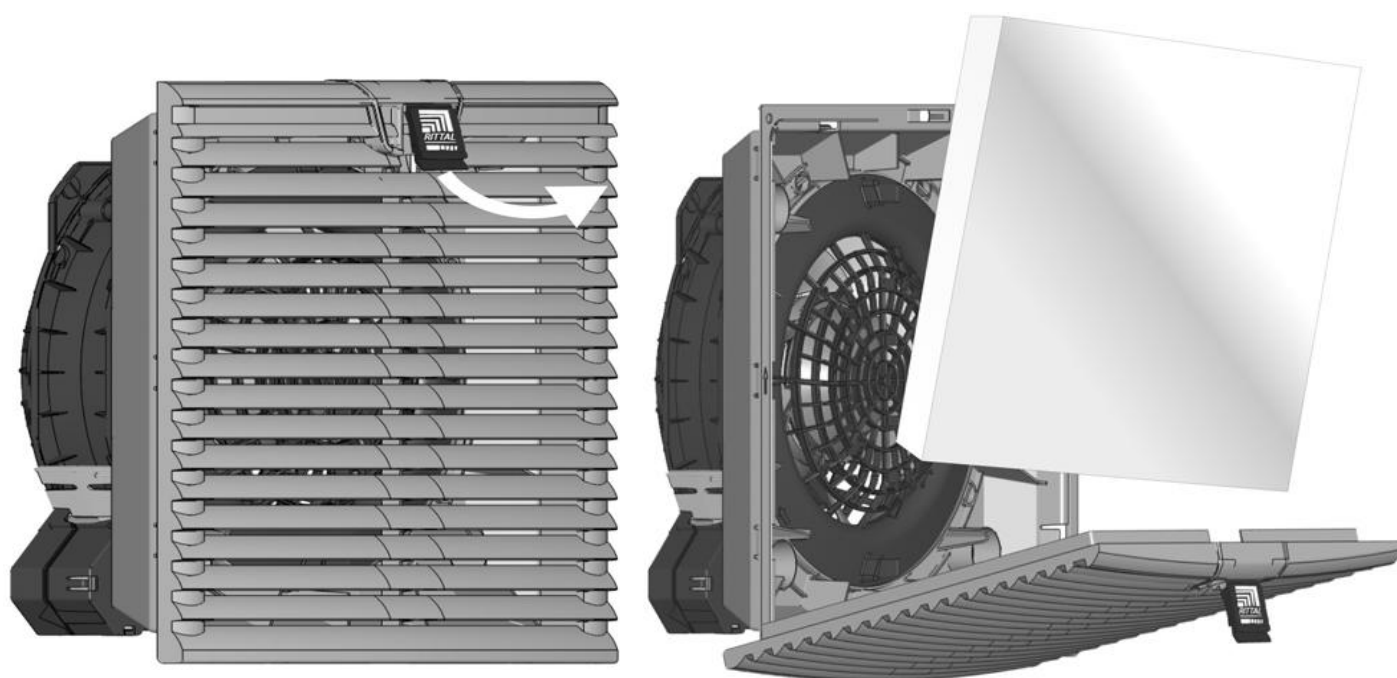

Рисунок 5. Замена фильтрующих элементов
- Замена фильтрующих элементов вентиляционной системы по мере загрязнения (для исполнения шкафа IP54, см. рисунок 5).